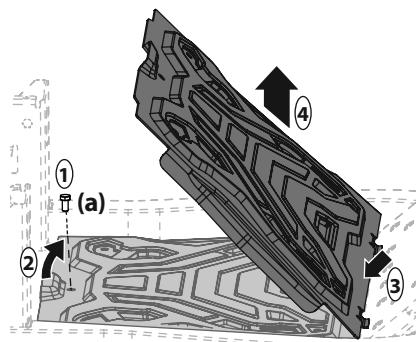

Figura 31
- Levante con cuidado la parte trasera del panel del piso. Consulte 2 en la Figura 31.
- Para liberar el frente del panel del piso, deslícelo hacia atrás. Consulte 3 en la Figura 31.
- Levántelo para separarlo del tractor. Consulte 4 en la Figura 31.